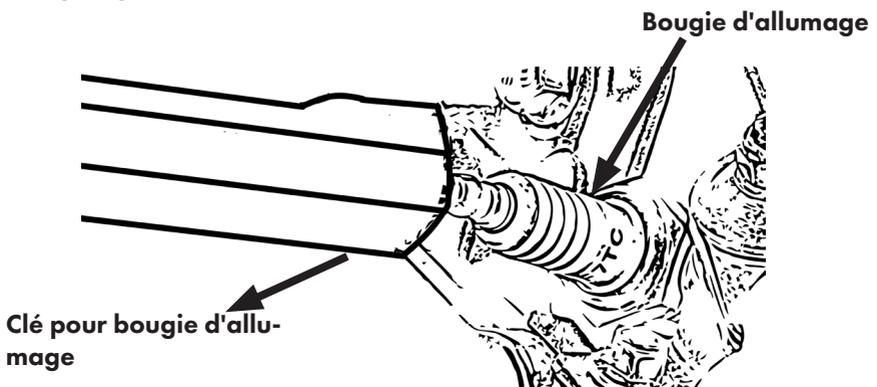

Figure 16
- Retirez la cosse de la bougie d'allumage et desserrez la bougie à l'aide de la clé à bougie, fig. 16.